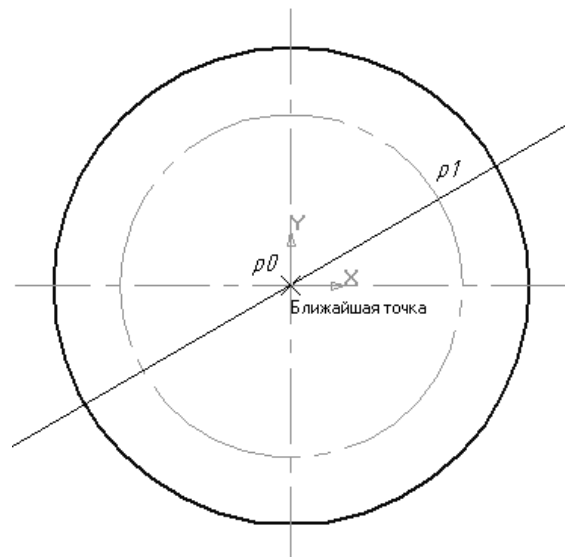

Рис. 6
- 3) С помощью привязки **«Ближайшая точка»** зафиксируйте положение прямой в центральной точке детали (точка p0). Точка p1 пересечения построенной прямой с осевой окружностью является искомой точкой (рис. 6).